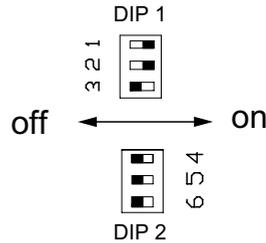

Figura 4.13
- Verificare che la posizione dei jumper sia come in Figura 4.13